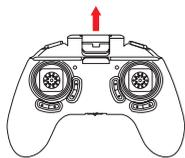

Figure 1: Ouverture
1. Déplier le support pour smartphone (Figure 1).